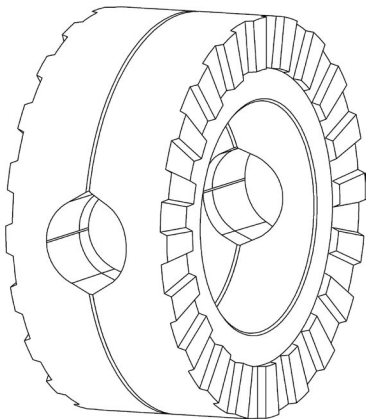

Рис. 3
10. Объедините обе распорные муфты со штифтами, пружинками и дистанционными кольцами в сборе в один пакет, разместив между ними упорную ось полуосей [7]. Отверстие в упорной оси полуосей должно совпасть с пазом под ось сателлитов на распорных муфтах. Штифты одной муфты должны быть расположены напротив колодцев с пружинками другой муфты (Рис. 3).